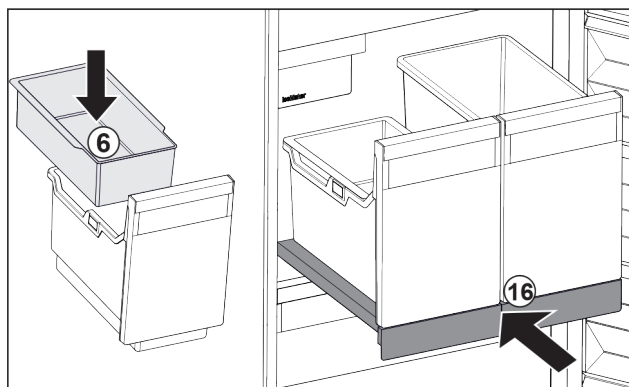

Fig. 29
- ▶ Vložte závesnú misku Fig. 29 (6) na kocky ľadu.